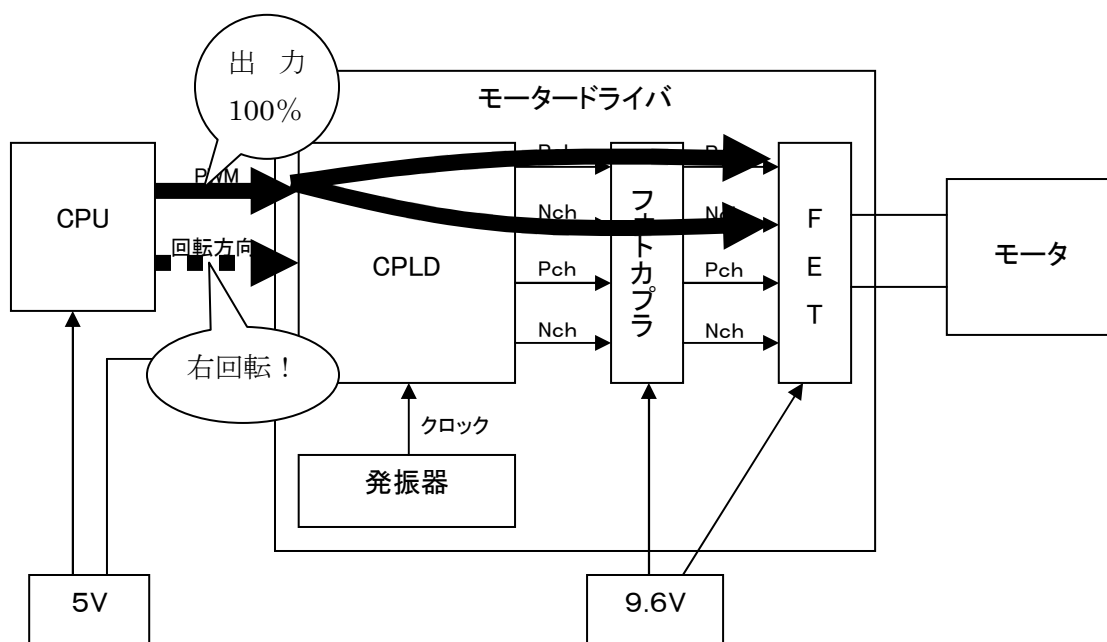

図4. 2
- ①CPU から PWM と回転方向が出力されます。
- ②回転方向の信号で決められた FET の組に回路が選択されます。
- ③PWM の ON 幅だけ FET を ON します。(図4. 2)
- ④回転方向が変わると、クロックをカウントしながら、その間(デッドタイム)はすべての FET を OFF にします。(図4. 3)